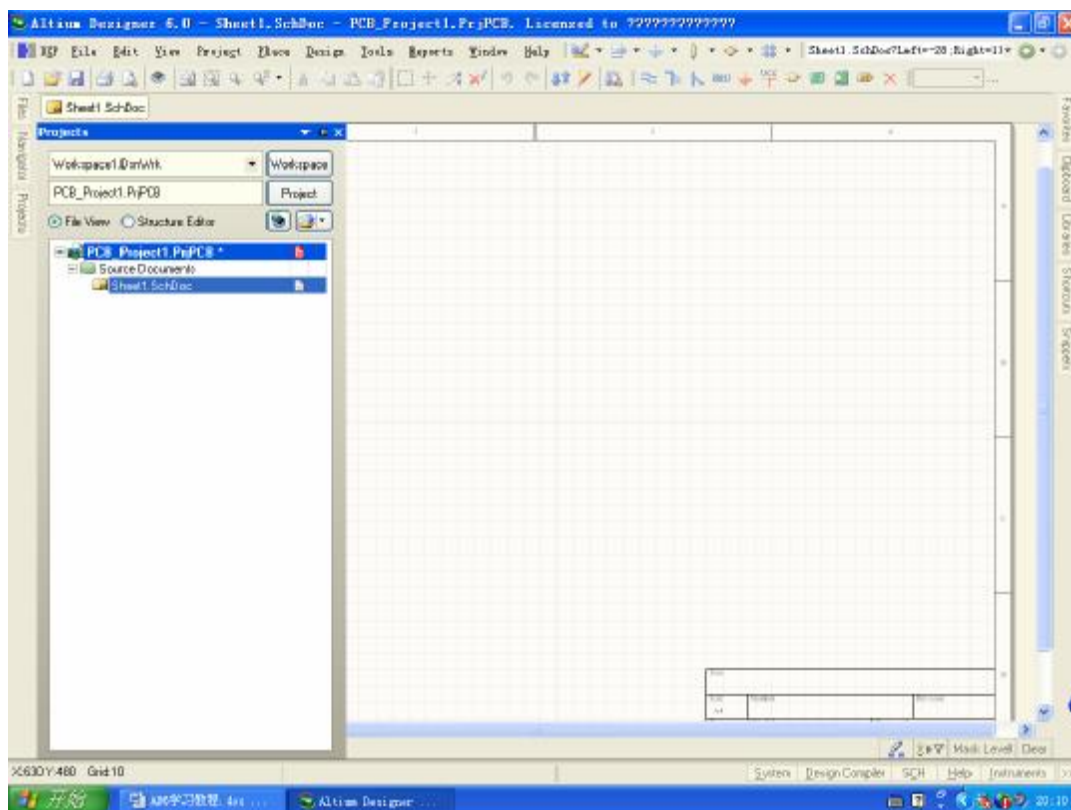
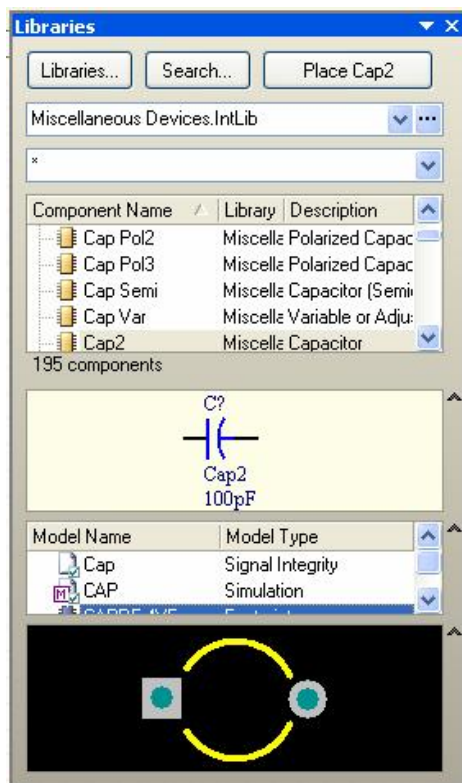
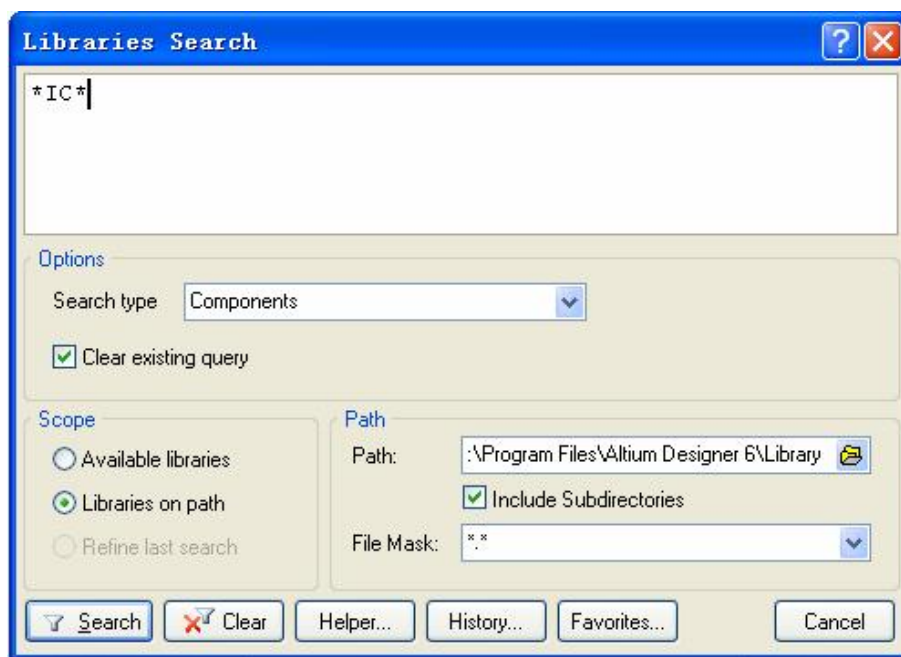

图 4-1 空白原理图图纸接口
图 4-2 组件库管理器对话框
图 4-8 搜索组件对话框
**Altium Designer 6.0 集成库的概念：** Altium Designer 6.0 与 Protel 99 最明显的区别就是集成库。集成库就是将原理图组件与 PCB 封装和信号完整性分析联系在一起，关于某个组件的所有信息都集成在一个模块库中，所有的组件信息被保存在一起。Protel 将组件分类放置在不同的库中。放置组件的第一步就是找到组件所在的库并将该库添加到当前项目中。在完成了原理图工作环境的设置以后，出现如图 4-1 所示的空白原理图图纸接口。由于设置工作环境的不同，主菜单和主工具栏也可能会有所不同。
在图 4-1 的下方有一排工具按钮，单击 Libraries 按钮，将弹出如图 4-2 所示组件库管理器对话框。
● 执行主菜单命令 Design/Browse Library，也同样弹出如图 4-2 所示组件库管理器对话框。
- 在组件管理器对话框（图 4-2）中，单击 Search 按钮，将弹出如图 4-8 所示 Search Libraries（搜索组件）对话框。